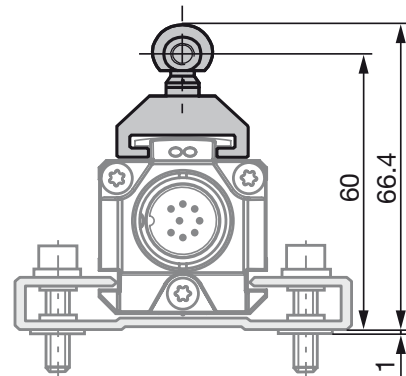
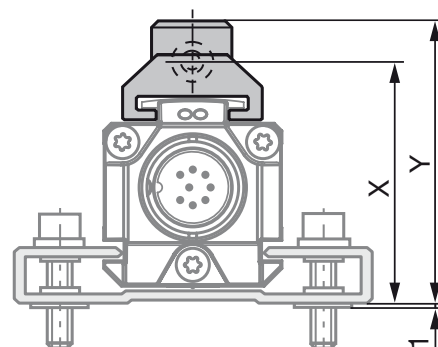
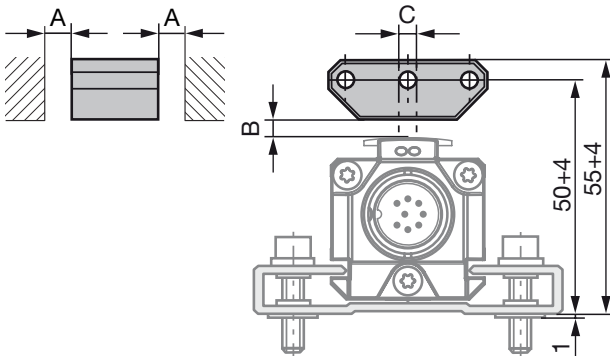
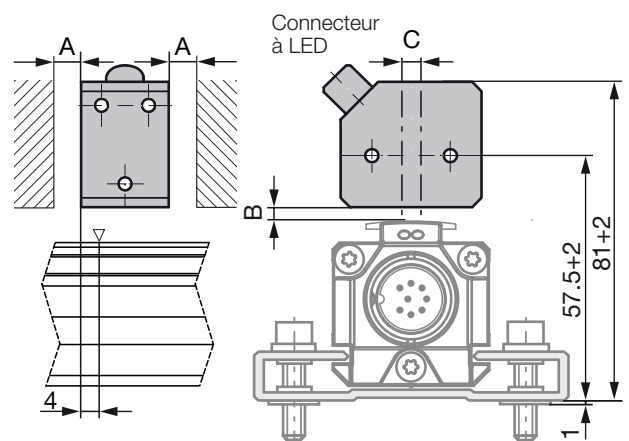

Fig. 4-1 : Dimensions et distances pour le capteur de position BTL5-F-2814-1S
Fig. 4-3 : Dimensions et distances pour le capteur de position BTL5-M/N-2814-1S
Fig. 4-4 : Dimensions et distances pour le capteur de position BTL5-P-3800-2
Fig. 4-8 : Dimensions et distances pour le capteur de position BTL5-P-4500-1 avec génération d'un champ électromagnétique (24 V/100 mA)
i Le capteur de déplacement Micropulse à construction profilée convient aussi bien aux capteurs de position libres, c'est-à-dire fonctionnant sans contact (voir Fig. 4-4 à Fig. 4-8) qu'aux capteurs de position guidés (voir Fig. 4-1 et Fig. 4-3).
- La distance A entre le capteur de position et les éléments en matériau magnétisable doit être au minimum de 10 mm (voir Fig. 4-4 à Fig. 4-8).
- Pour la distance B entre les capteurs de position et de déplacement et pour le déport de l'axe C (voir Fig. 4-4 à Fig. 4-8), les valeurs suivantes doivent être respectées :
La plage de mesure est décalée de 4 mm en direction du connecteur du capteur de déplacement (voir Fig. 4-8).